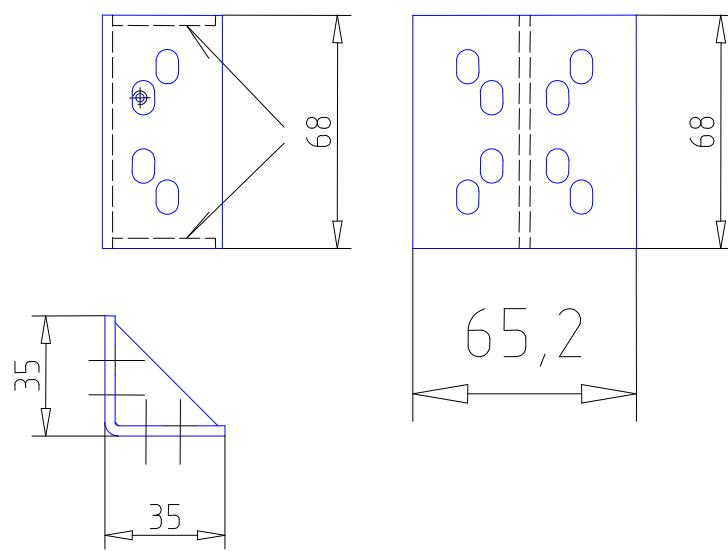

Рисунок 3.7 – Батарейный стеллаж Штиль MBS-01. Опора (переходник для вертикального масштабирования стеллажей)
4.1 Закрепить винтами M6*16 опоры (рисунок 3.7) на стойках изделия (рисунки 3.3, 3.5).